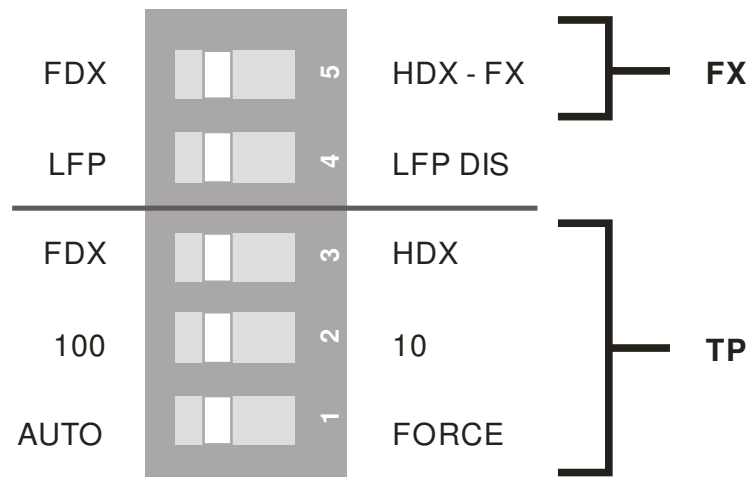

Figura 3-1: Chaves de configuração do dip switch.
3) O conversor vem de fábrica com as configurações definidas por meio de dip switch, ver figura 3-1: